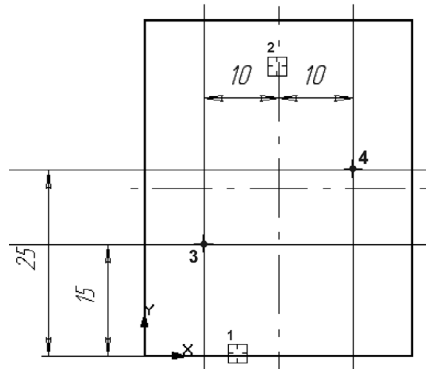

Рис. 32.3. Использование вспомогательных построений
3. Постройте две вспомогательные прямые, параллельные вертикальной оси симметрии прямоугольника п1 на расстоянии 10 мм по обе стороны от нее (рис. 32.3).